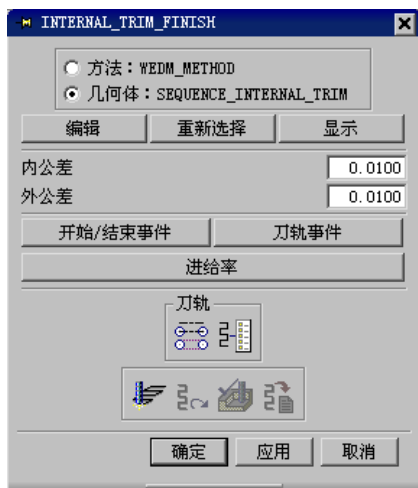

图 8.2.32 “INTERNAL_TRIM_FINISH”对话框
Step1. 在操作导航器中双击节点  INTERNAL_TRIM_FINISH，系统弹出图 8.2.32 所示的“INTERNAL_TRIM_FINISH”对话框。